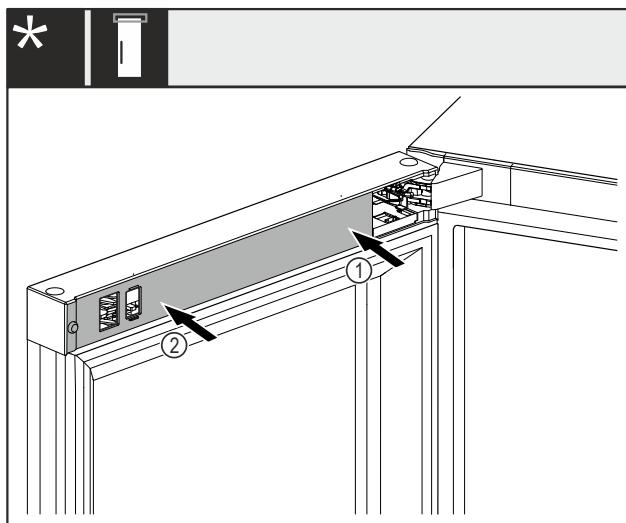

Fig. 47 \*
- Спочатку встановіть кришку Fig. 47 (1) з боку опорного кронштейна та зафіксуйте її.\*
- Встановіть і зафіксуйте кришку Fig. 47 (2) на зовнішній стороні.\*